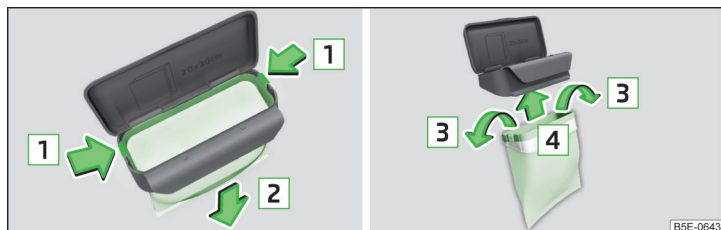

Fig. 85 Sostituzione del sacchetto
- Premere entrambi i naselli di arresto sull'intelaiatura in direzione della freccia **1** » fig. 85.